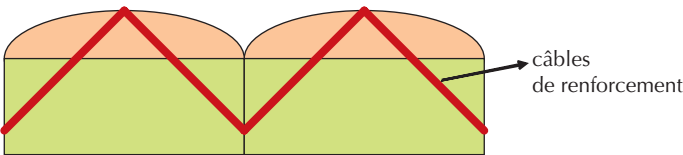

Figure 5. Renforcement des armatures.
– **le débâchage rapide.** Pour les serres en bâche plastique, un système de débâchage rapide avec couchage des plants en cas d’alerte cyclonique peut être choisi. Il existe divers systèmes d’enroulement latéral des bâches à l’aide de manivelles. La structure est alors ouverte au vent et les rouleaux de bâche solidement amarrés au sommet de l’abri. Le système de débâchage rapide doit être complété par des renforcements de l’armature afin d’éviter toute déformation de la structure — câbles reliant le sommet des chapelles à la base des poteaux, à la verticale des gouttières (figure 5) ;